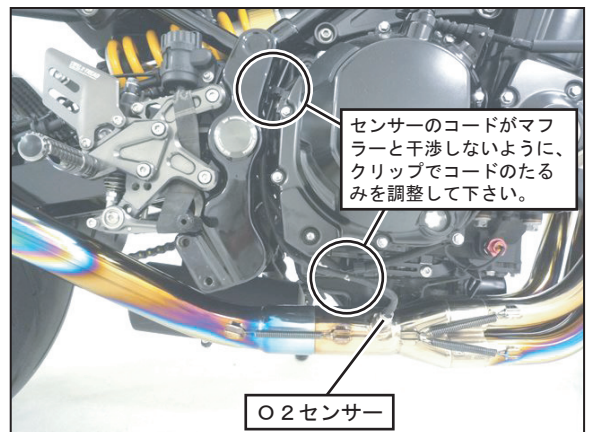

FIG. 18
17. ⑤集合部のセンサーボスに純正マフラーから外したO2センサーを取り付けて下さい。(FIG. 18 参照)